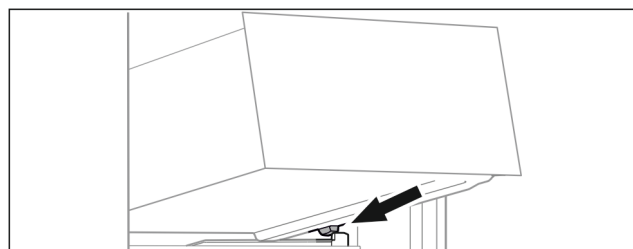

Fig. 192
- Vendosni sirtarin pjerrtas prapa ndaluesve mbi brinjën e kutisë. (shihni Fig. 192)